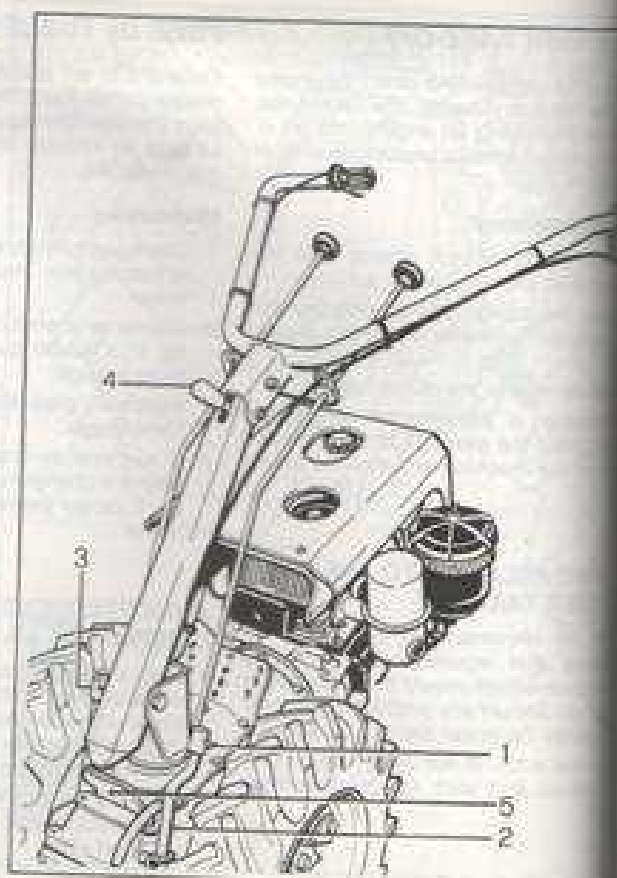

Fig. 8 - Bild 8
1. Rimuovere le spine di sicurezza a «R» (fig. 8, part. 1) che fissano l'asta comando marce (2) e l'asta comando p.d.p. (3).
2. Tirare la leva per lo sbloccaggio della stegola (4), abbassare completamente la stegola e ruotarla di 180° in senso orario.
3. A rotazione effettuata verificare che, rilasciando la leva (4), il piolo di bloccaggio entri esattamente nel foro esistente sulla piastra di supporto (5).
4. Bloccare le aste di comando marce (2) e l'asta comando p.d.p. (3) alle rispettive leve con le spine di sicurezza a «R» (1).